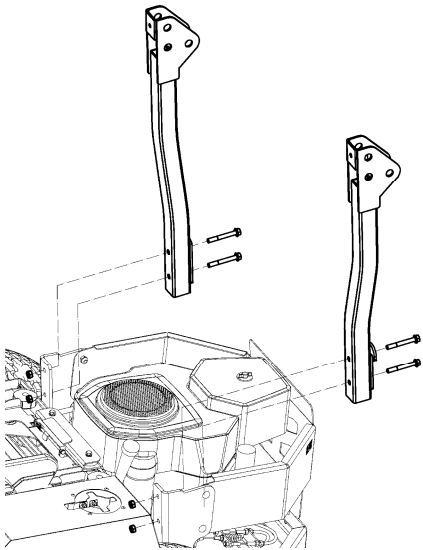

Fig. 3
- Repérez et alignez les tubes inférieurs gauche et droit de l'arceau de sécurité avec le châssis de la machine (reportez-vous à la Fig. 3), serrez tous les écrous à  $50 \pm 5$  Nm.